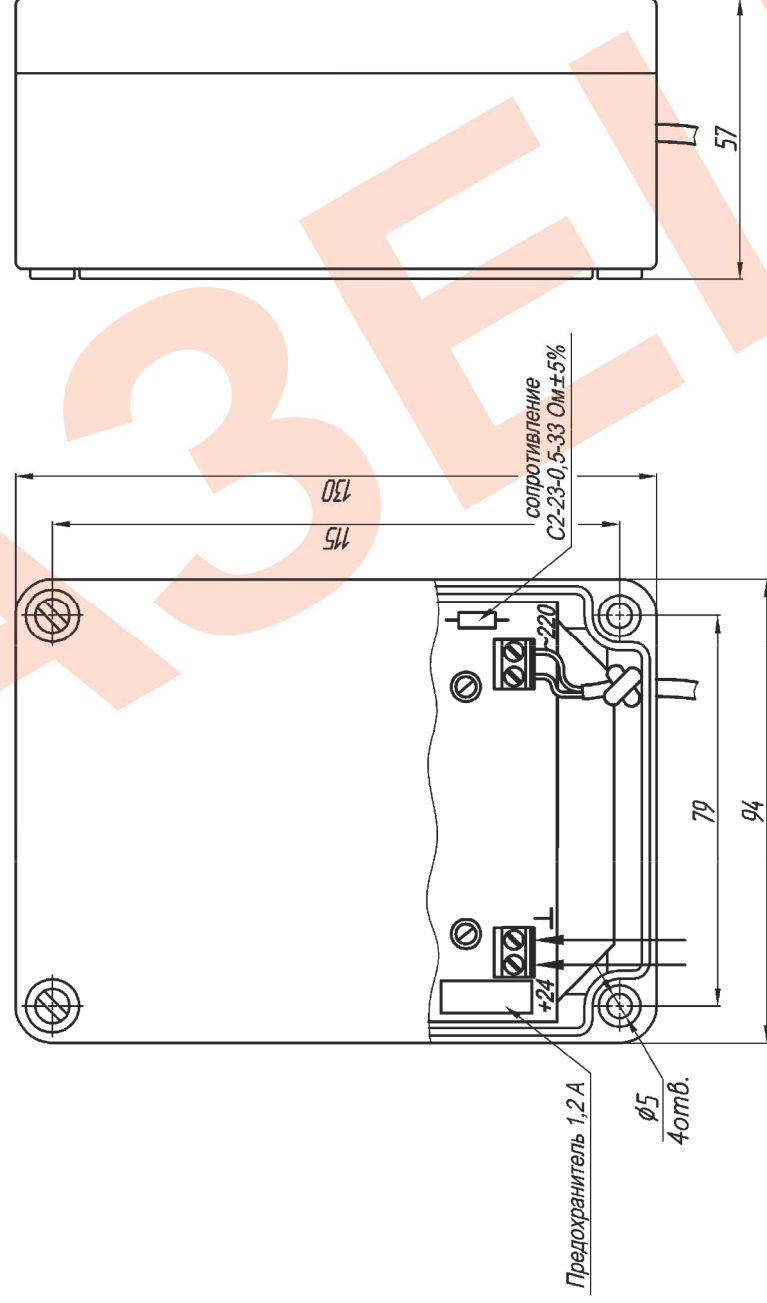

Рис.3 Блок питания БП-24-1,2/220АС-Г
- 4. Монтаж и подключение блока питания произвести в соответствии с руководством по эксплуатации ИМПФ.463132.003 РЭ (п.3) и рис.3 данного паспорта.